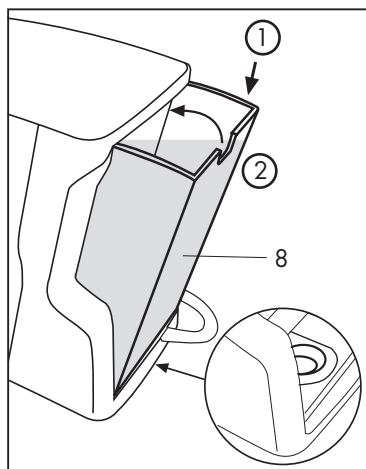

Fig. 3
- Reinscrivere il serbatoio inclinandolo leggermente e appoggiandolo sulla valvola dell'acqua. Premere la parte superiore e inserire completamente il serbatoio nella macchina. **(Fig.3)**